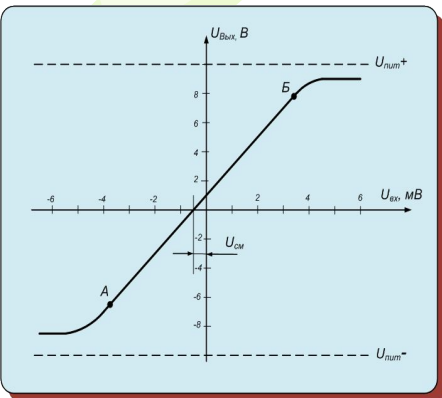

Рис.1.5 Передаточная характеристика ОУ
1. Коэффициент усиления K это коэффициент усиления ОУ без обратных связей. Для современных ОУ коэффициент усиления $K \approx 10^3 \div 10^6$. На рис.1.5 представлена передаточная характеристика ОУ – зависимость $U_{вых}$ от $U_{вх}$. Как правило, используется линейный участок этой характеристики (отрезок АБ рис.1.5.). Угол наклона этого участка пропорционален коэффициенту усиления ОУ. Сверху и снизу передаточная характеристика ограничена напряжением питания ОУ.